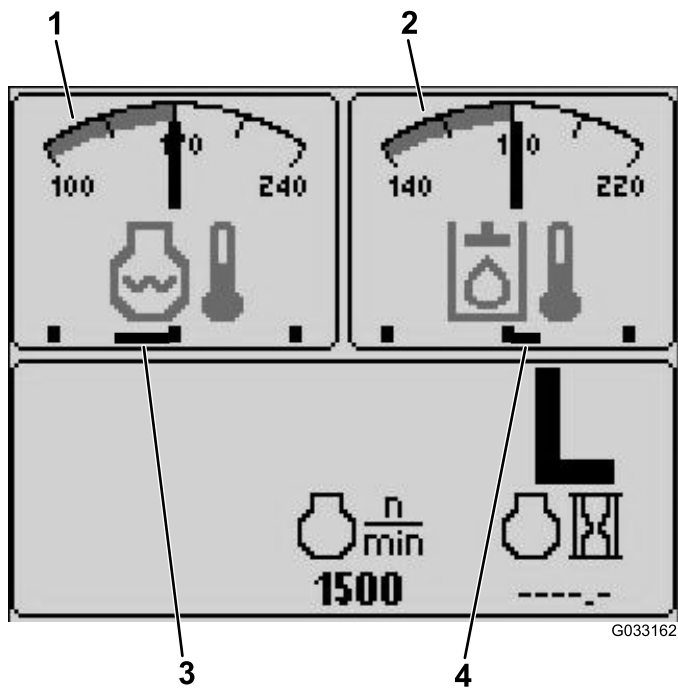

Figura 5
- Spia della temperatura del fluido idraulico e della ventola – schermata superiore destra (Figura 5)
- Spia della temperatura del refrigerante motore e della ventola – schermata superiore sinistra (Figura 5)
Nota: Nell'esempio Figura 5, le ventole del refrigerante motore sono in funzione al 50% della velocità in direzione indietro.
La direzione della ventola è inoltre indicata sulla schermata della temperatura del refrigerante motore e sulla schermata della temperatura del fluido idraulico. Se la barra è a destra della costa verticale mediana, le ventole sono in funzione in direzione avanti. Se la barra è a sinistra della costa verticale mediana, le ventole sono in funzione in direzione indietro (Figura 5).
Questa visualizzazione indica la temperatura del fluido idraulico e lo stato della ventola di raffreddamento (Figura 5).
Questa visualizzazione indica la temperatura del refrigerante motore e lo stato della ventola di raffreddamento (Figura 5).